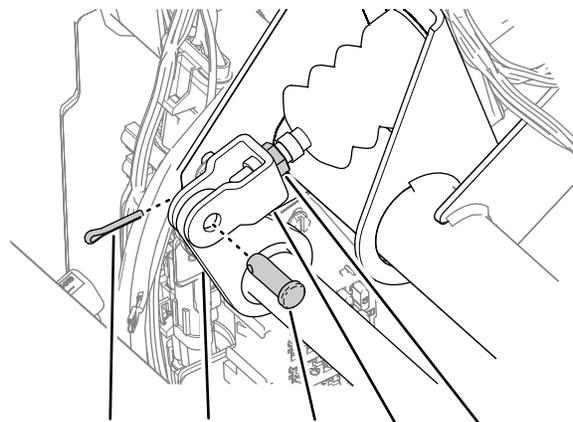

Bild 81
2. Nehmen Sie den Splint und Lastösenbolzen ab, mit denen das Hauptzylinderjoch am Bremspedalgelenk befestigt ist (**Bild 81**).
4. Lösen Sie die Sicherungsmuttern, mit denen das Joch an der Hauptzylinderwelle befestigt ist (**Bild 81**).
5. Stellen Sie das Joch ein, bis die Löcher mit dem Loch im Bremspedalgelenk ausgefluchtet sind (**Bild 81**).
6. Befestigen Sie das Joch mit dem Lastösenbolzen und Splint am Pedalgelenk (**Bild 81**).
7. Ziehen Sie die Klemmmutter an, mit der das Joch an der Hauptzylinderwelle befestigt ist (Bild 81).